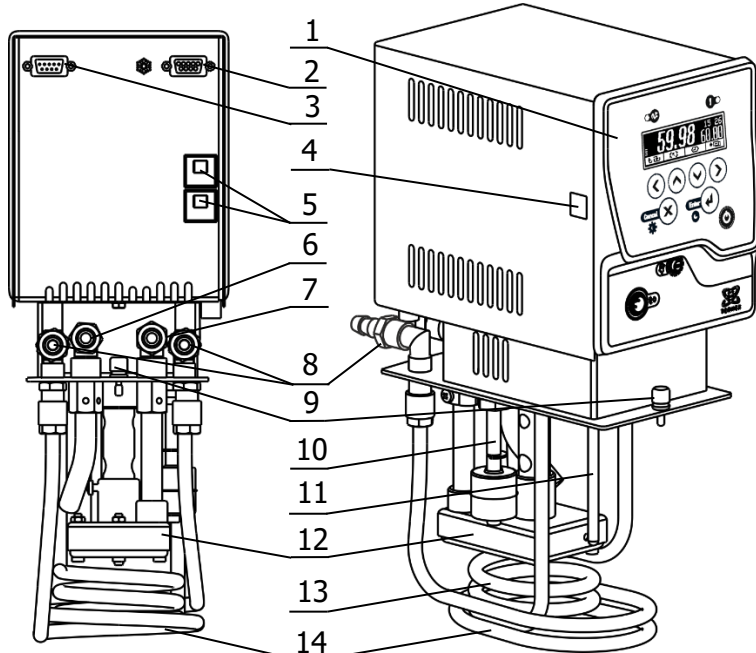

Рисунок 1 – Устройство блока регулирования M01
1.4.2 Работа блоков регулирования заключается в поддержании заданной температуры теплоносителя, циркулирующего в ванне термостата, а также во внешнем потребителе, в случае его подключения. Циркуляция теплоносителя обеспечивается насосом 12 (рисунок 1). Подача теплоносителя внешнему потребителю производится через штуцер 7, а его возврат в ванну термостата — через штуцер 6.
Для работы термостата, не оснащенного холодильной машиной, при температурах, близких к окружающей, необходимо обеспечить дополнительное охлаждение с помощью теплообменника 14 (рисунок 1). Для этого штуцеры теплообменника 8 подключить к водопроводной сети или специальному холодильному устройству. Поток охлаждающей жидкости должен быть равномерным и, по возможности, небольшим.
2.2.2 Соединить шлангом-перемычкой из комплекта поставки входной 6 и выходной 7 штуцеры (рисунок 1) насоса блока регулирования. Закрепить шланг-перемычку на штуцерах, используя хомуты из комплекта поставки блока регулирования.